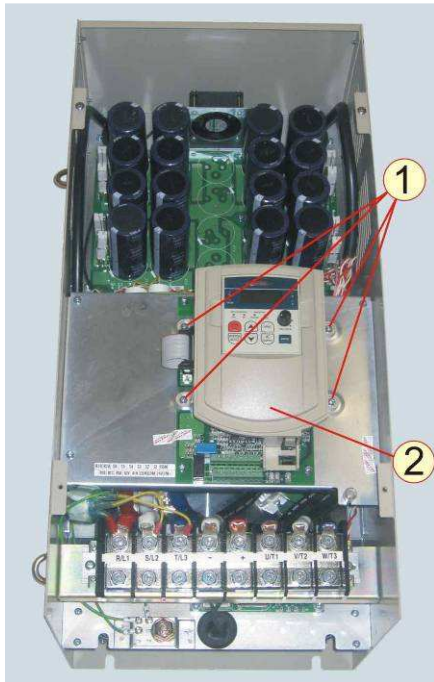

Рисунок 6.7
6.4.2 Выкрутить четыре винта 1 и снять стойку пульта 2 (рисунок 6.7). Положить винты и стойку пульта с пультом в тару.